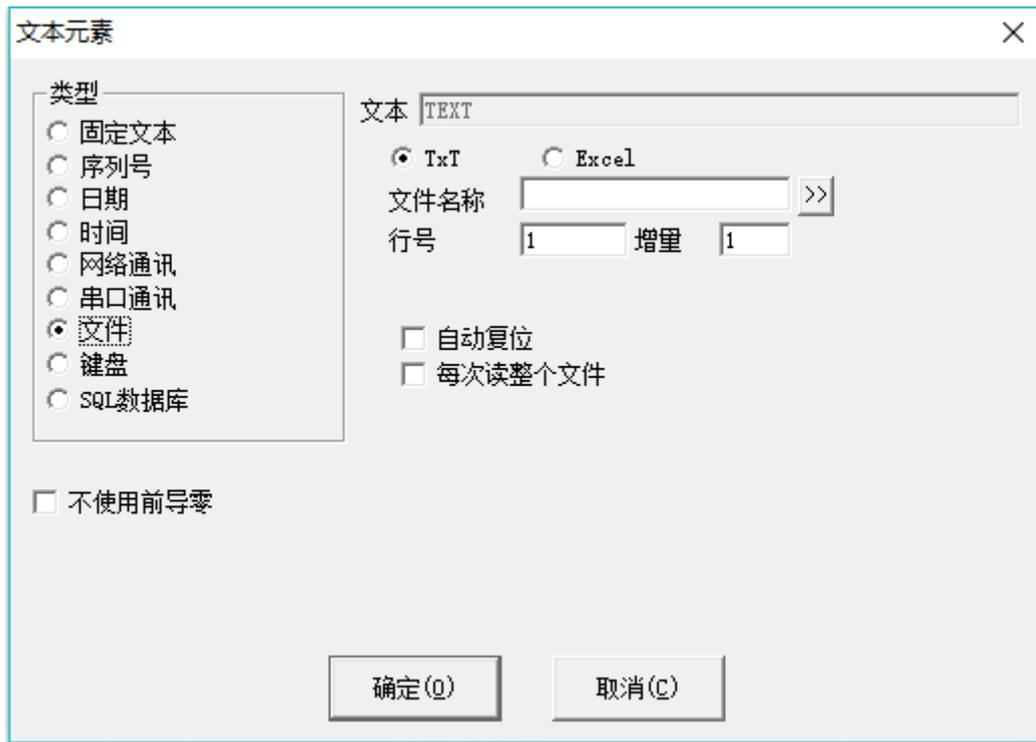

图 4-47
7) 文件: 勾选使用此功能后出现以下对话框 (图 4-47):